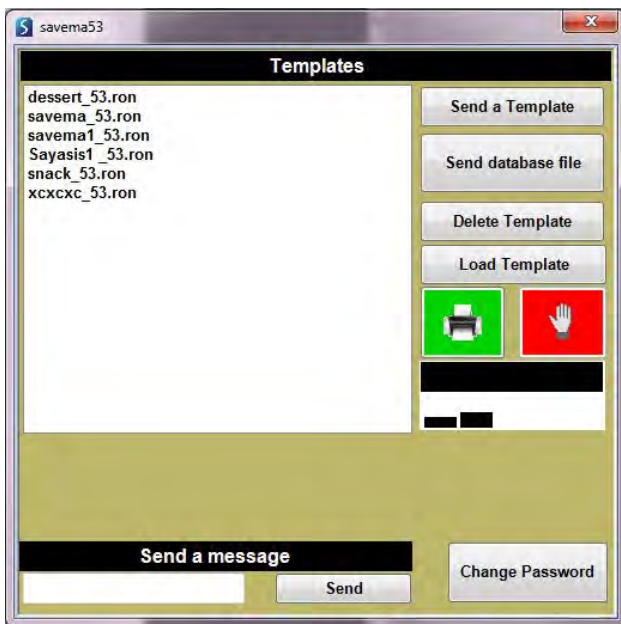

Рис. 4.55. Экран дистанционного управления
**Кнопка «Login» («Войти»):** После задания IP-адреса или хост-имени и ввода пароля нажмите на кнопку «Login» («Войти»), чтобы открыть окно дистанционного управления (см. Рис. 4.55).
В окне дистанционного управления (см. Рис. 4.55) доступны следующие функции: